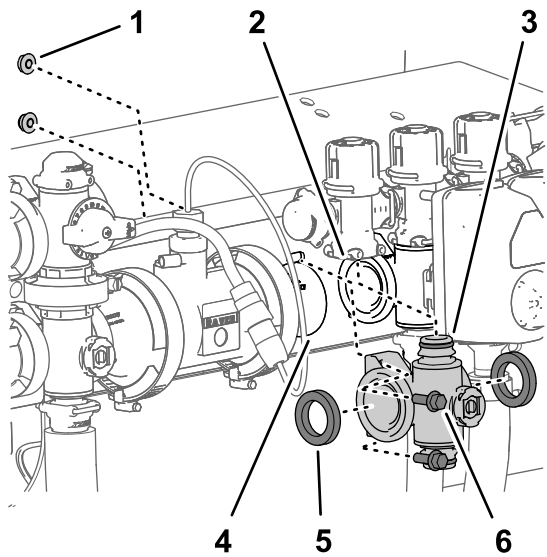

图 127
- 对于左或右喷洒臂段阀歧管应松开将该喷洒臂段阀歧管固定至阀支架的 2 个凸缘头螺栓 $\frac{1}{4} \times \frac{3}{4}$ 英寸和 2 个凸缘锁紧螺母 $\frac{1}{4}$ 英寸 图 127。
5. 向下移动喷洒臂段阀歧管和垫片使之与喷洒臂段旁通阀分开然后再离开机器图 127。